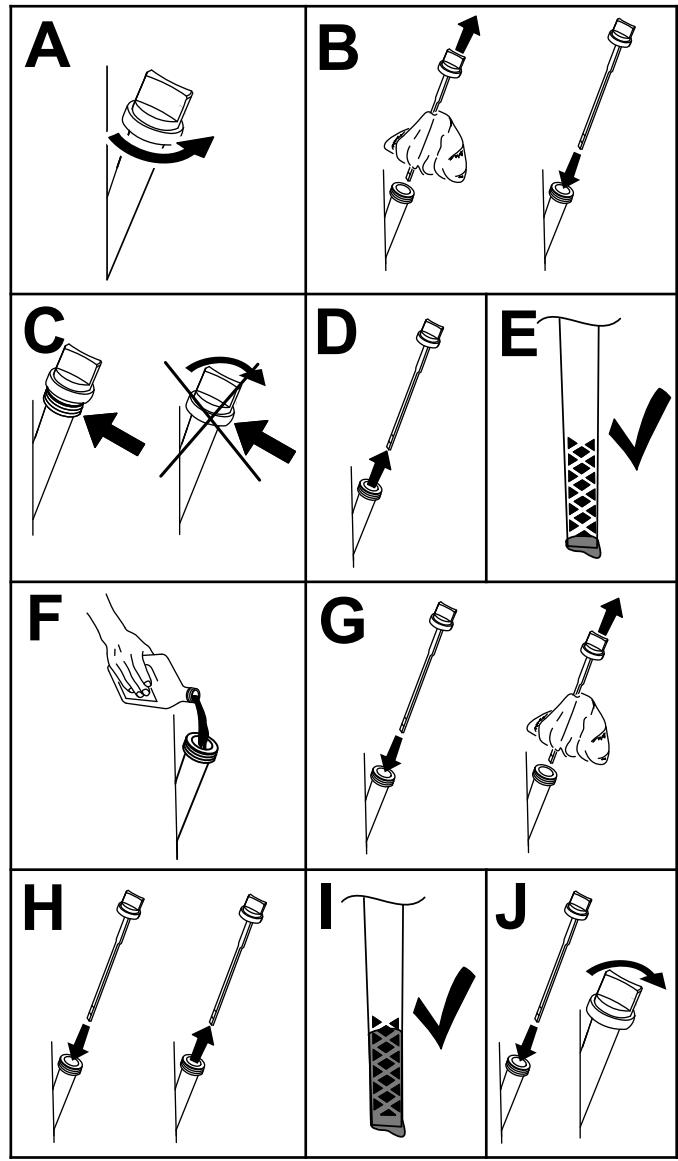

Bild 17
3. Prüfen Sie den Stand des Motoröls, wie in Bild 17 abgebildet.